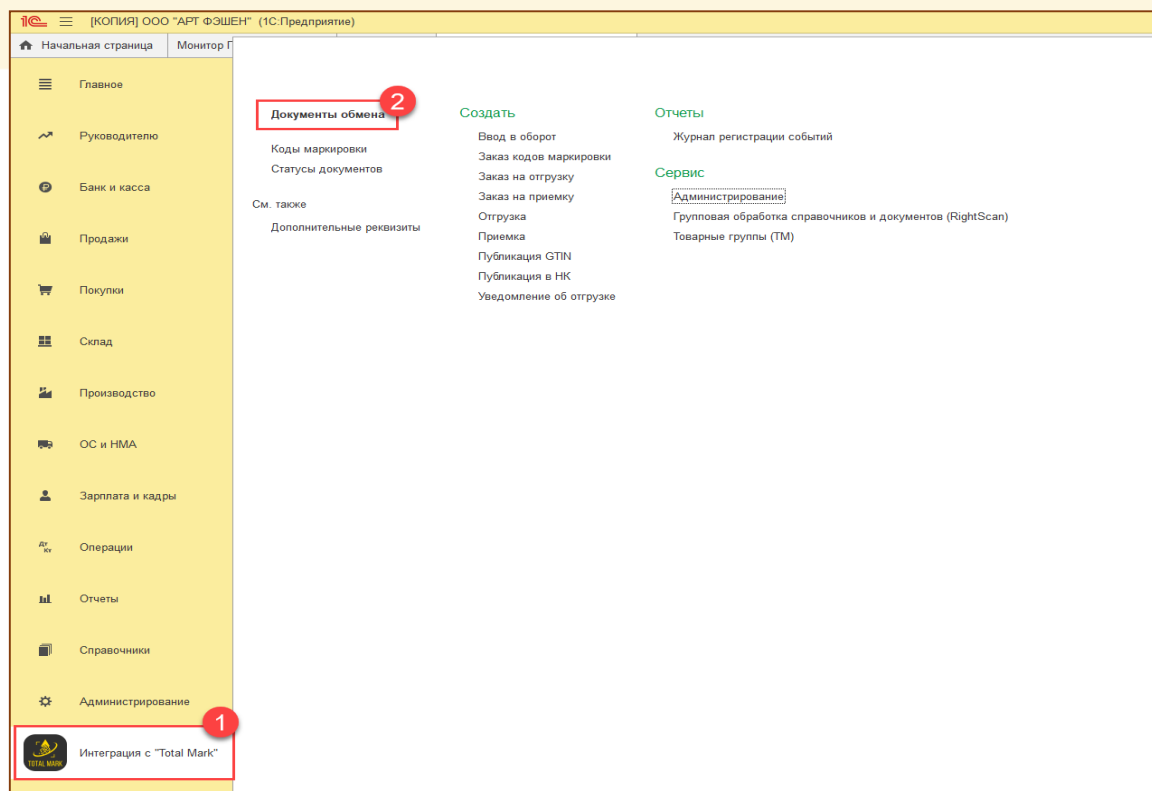
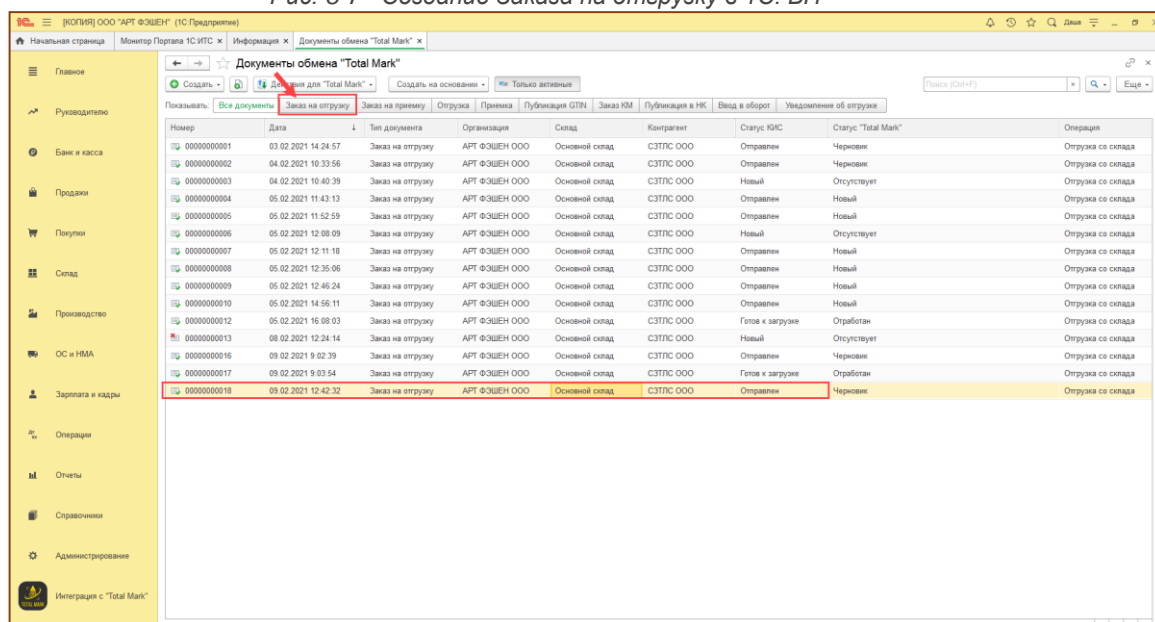

Рис. 8-7 - Создание Заказа на отгрузку в 1С: БП
Рис. 8-8 - Создание Заказа на отгрузку в 1С: БП
- Чтобы отправить документ вручную, необходимо перейти в список заказов необходимо открыть раздел «Интеграция с TotalMark»- Документы обмена. На закладке «Заказы на отгрузку» отобразится созданный документ (Рис. 8-7, Рис. 8-8);